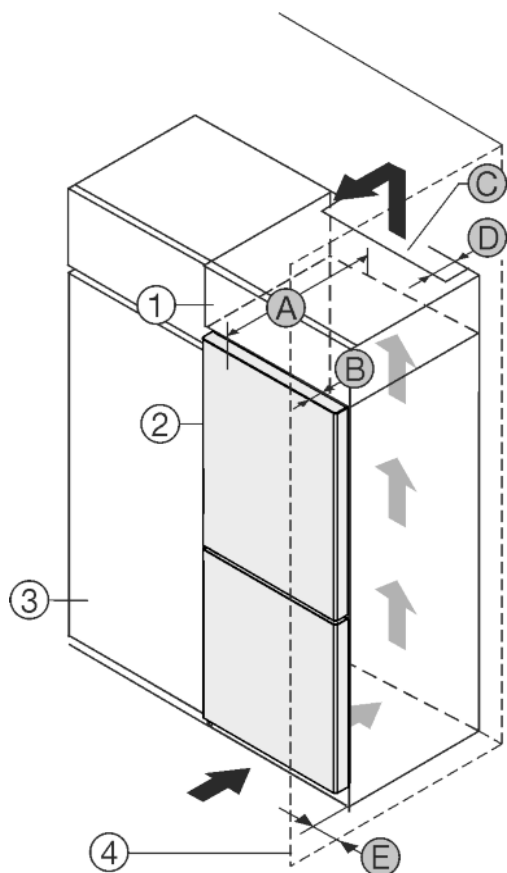

Fig. 49
Urządzenie może zostać obudowane szafkami kuchennymi. Aby dopasować urządzenie Fig. 49 (2) do wysokości ciągu szafek kuchennych, można nad urządzeniem umieścić szafkę nasadzaną Fig. 49 (1).
Urządzenie można ustawić bezpośrednio obok szafki kuchennej Fig. 49 (3). By móc całkowicie otworzyć drzwi, urządzenie musi wystawać przynajmniej o głębokość Fig. 49 (B) za front szafki kuchennej. W zależności od głębokości szafek kuchennych oraz od zastosowania elementów dystansowych urządzenie może wystawać jeszcze bardziej.
- Na tylnej ścianie szafki nasadzonej wymagany jest wywiewny kanał wentylacyjny o głębokości Fig. 49 (D) na całej szerokości szafki.
- Pod sufitem pomieszczenia należy zachować przekrój odpowietrzający Fig. 49 (C).
Jeżeli urządzenie będzie ustawiane z zawiasami do ściany Fig. 49 (4), to pomiędzy urządzeniem i ścianą należy zachować odstęp Fig. 49 (E).